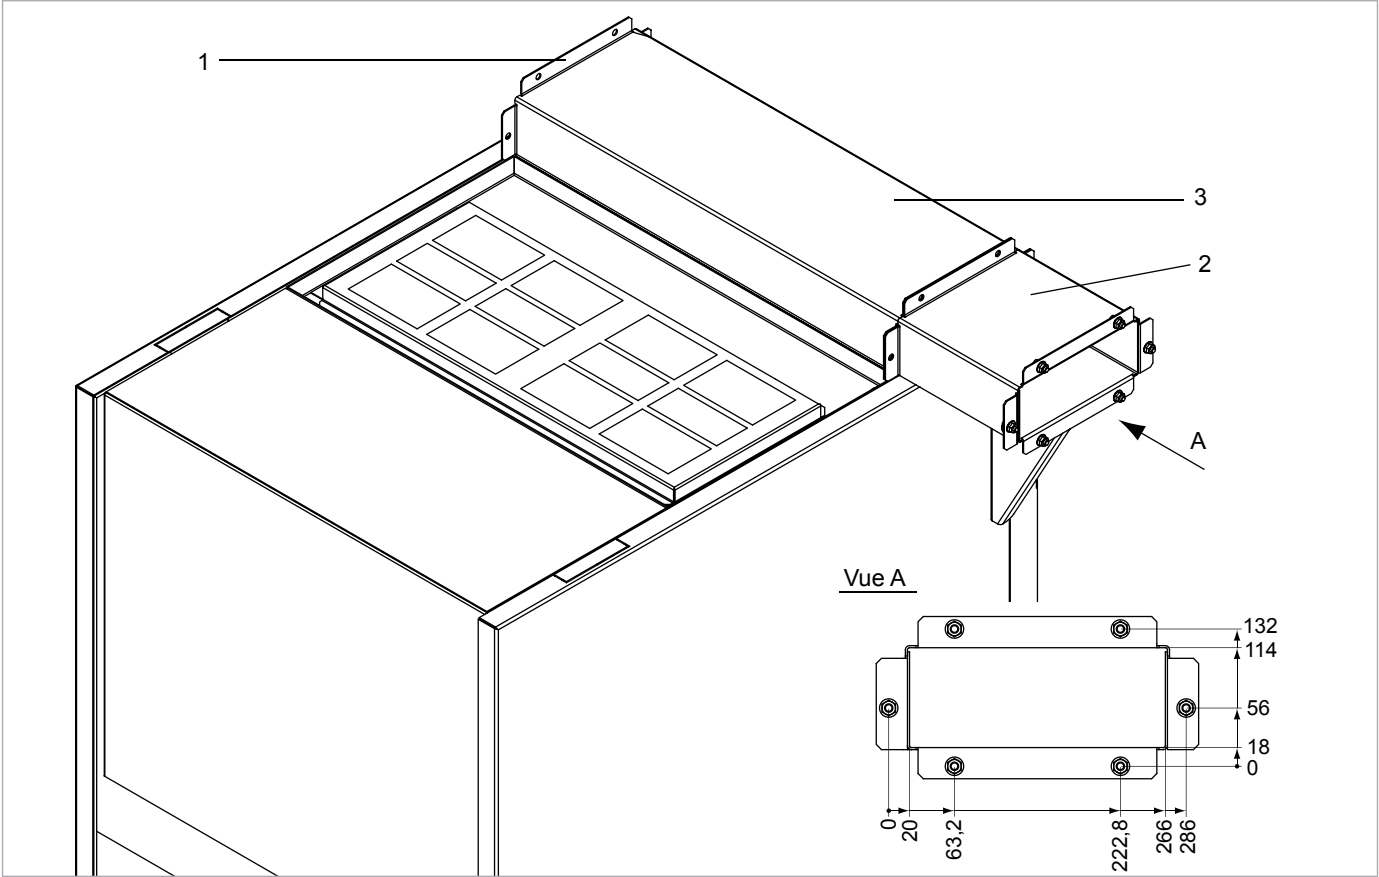

Fig. 58
(Fig. 58, pos. 3)
(Fig. 58, pos. 2)
(Fig. 58, pos. 1)